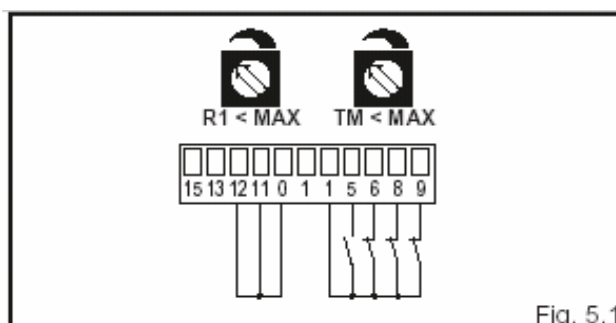

Fig. 5.1
- (rys.5.1) **Skrzydła zatrzymują się na zderzakach mechanicznych i na przeszkodach**